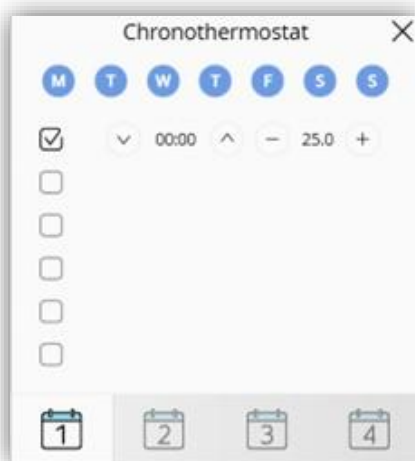

Figure 84. Fenêtre émergeante du Chronothermostat
- **Valeur minimum de consigne** [-99 ... 18 ... 199] [°C] : valeur minimum de consigne que l'utilisateur pourra configurer dans la programmation du Chronothermostat (voir Figure 84).
- **Valeur maximum de consigne** [-99 ... 30 ... 199] [°C] : valeur maximum de consigne que l'utilisateur pourra configurer dans la programmation du Chronothermostat (voir Figure 84).